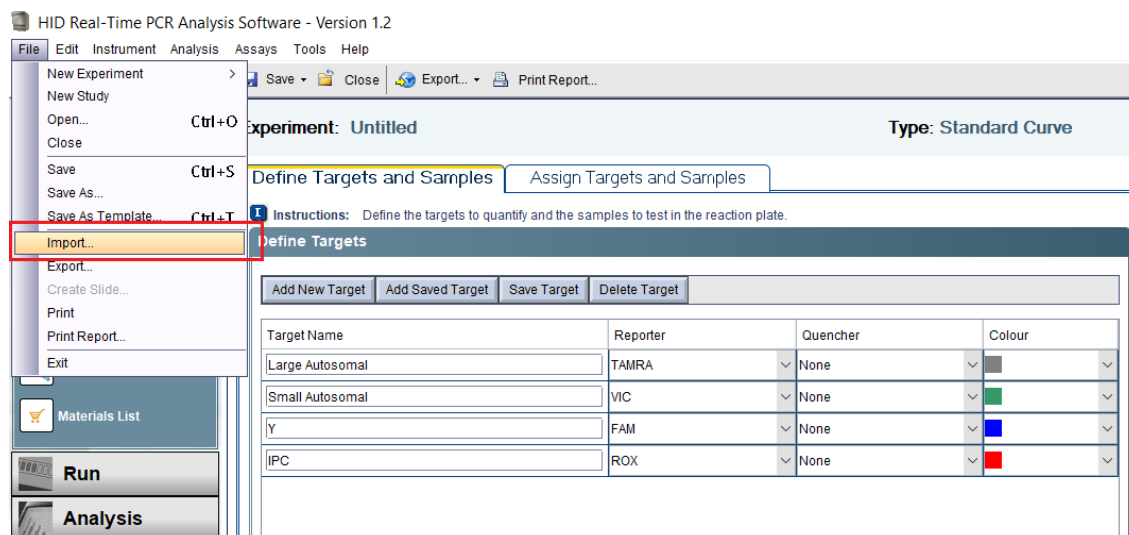

Рисунок 43
10. В верхнем меню выбрать «File» → «Import» (рисунок 43).